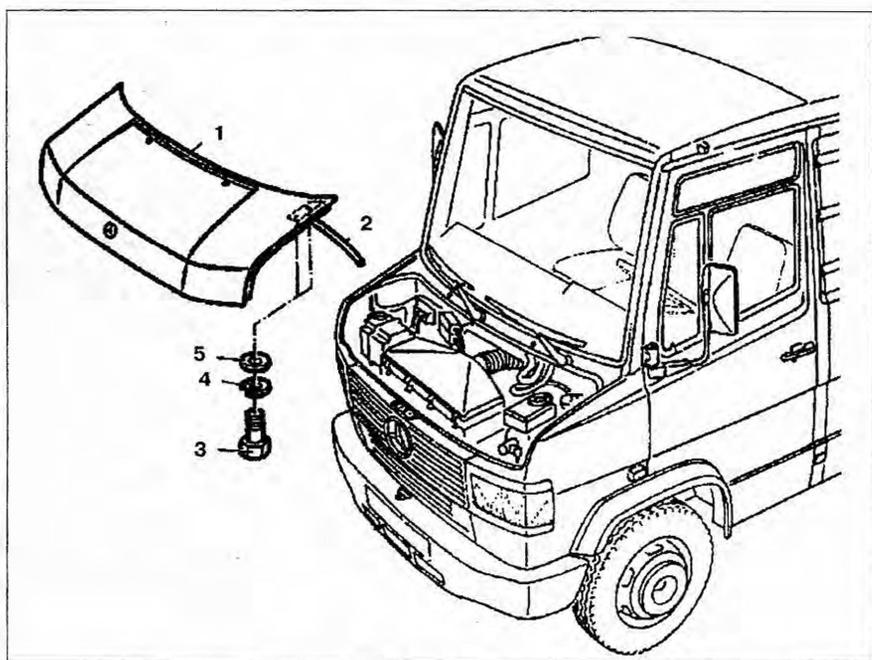

Рис. 8.12. Капот:
1. Отсоедините трубку 2 (рис. 8.12).